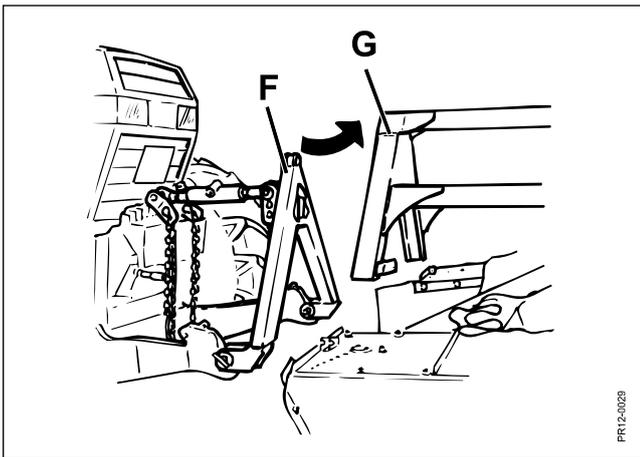

Fig. 2-3
**Fig. 2-3** Mit dem Rahmen für Weiste-Schnellkuppler **F** auf den Schlepper montiert zur Maschine fahren und den Rahmen auf den Oberlenker **G** hinten auf der Maschine heben.